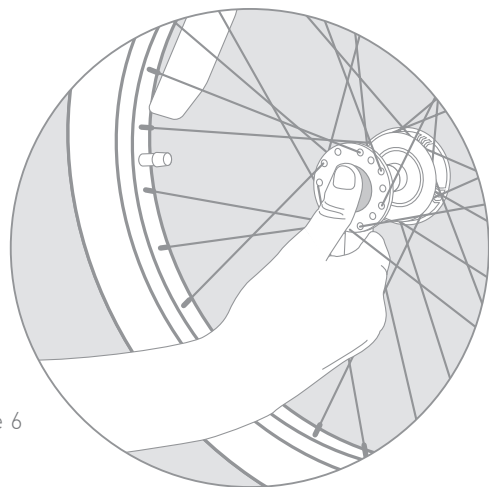

Figure 6
1. Push in the rubber button on the outside of the wheel hub (Figure 6).
1. Appuyez sur le bouton en caoutchouc situé à l'extérieur du moyeu de roue (Figure 6).
1. Den Gummiknopf an der Außenseite der Radnabe drücken (Abbildung 6).